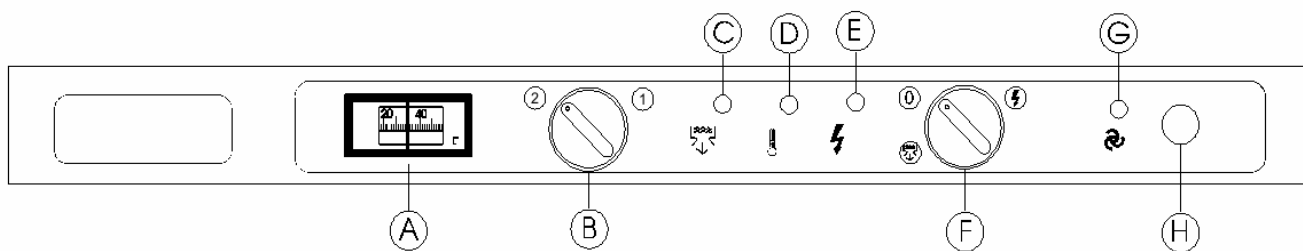

Figura 2
- Quando funziona l'elettrovalvola di carico, e, nel caso di modelli predisposti, la pompa di risciacquo. E' la condizione normale di lavoro della pompa di scarico, che provvede ad eliminare l'acqua in eccesso dalla vasca di lavaggio tramite troppopieno durante le fasi di riempimento o di risciacquo. L'operazione viene segnalata dall'accensione della spia (C).
- Quando si porta il selettore (F) nella posizione contrassegnata dal simbolo  di figura 2. In questo caso si deve aver preventivamente tolto il troppopieno dalla sua posizione per consentire il completo svuotamento della vasca di lavaggio. L'operazione viene segnalata dall'accensione della spia (C). Questa operazione può essere compiuta anche con la porta aperta. Ultimata l'operazione, riportare il selettore (F) nella posizione (0).
- Nel caso dei modelli AF61 PSW e AF78 PSW, la pompa di scarico entra in funzione anche quando funziona l'elettrovalvola di riempimento della W.A.G. Questo avviene per evacuare l'acqua che, in caso di anomalia del sensore di livello, dovesse penetrare in vasca attraverso lo scarico di troppopieno della W.A.G. L'operazione viene segnalata dall'accensione della spia (C).